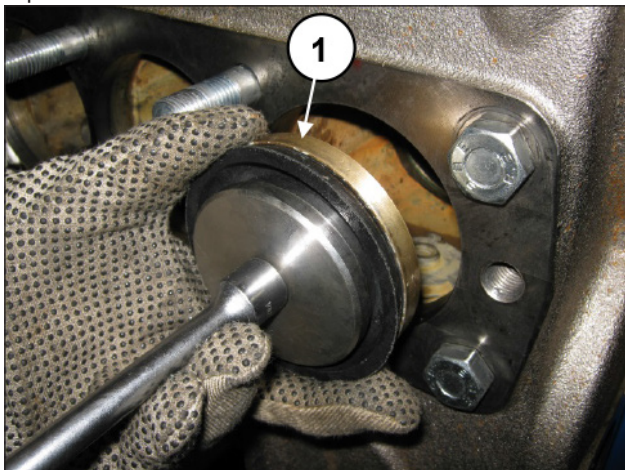

Fig. 131
Aiutandosi con la chiave a T, inserire il pacco guarnizione pistone all'interno del cilindro (pos. ①, Fig. 131) con il gruppo distanziale pistone al PMS, prestando attenzione a non danneggiare il labbro di tenuta.